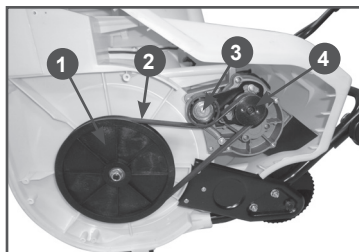

Рис. 13 Обслуживание ремня привода шнека
2. Отожмите ролик 3 от ремня 2, выведите ремень из-под ролика в сторону и затем, отпустите ролик и перекиньте ремень в положение над роликом (Рис. 13).
3. Снимите ремень 2 сначала со шкива 1 вала шнека, а затем со шкива 4 вала редуктора (Рис. 13).
5. Проверьте состояние ролика 3 натяжения ремня (Рис. 13). Если на поверхности пластикового ролика есть трещины и продольные канавки – ролик необходимо заменить.
6. Проверьте, как ролик 3 вращается без нагрузки (Рис. 13). Если при вращении ролика ощущается затруднение,
7. Проверьте состояние шкива 1 вала шнека (Рис. 13). Если шкив имеет повреждения – шкив необходимо заменить.